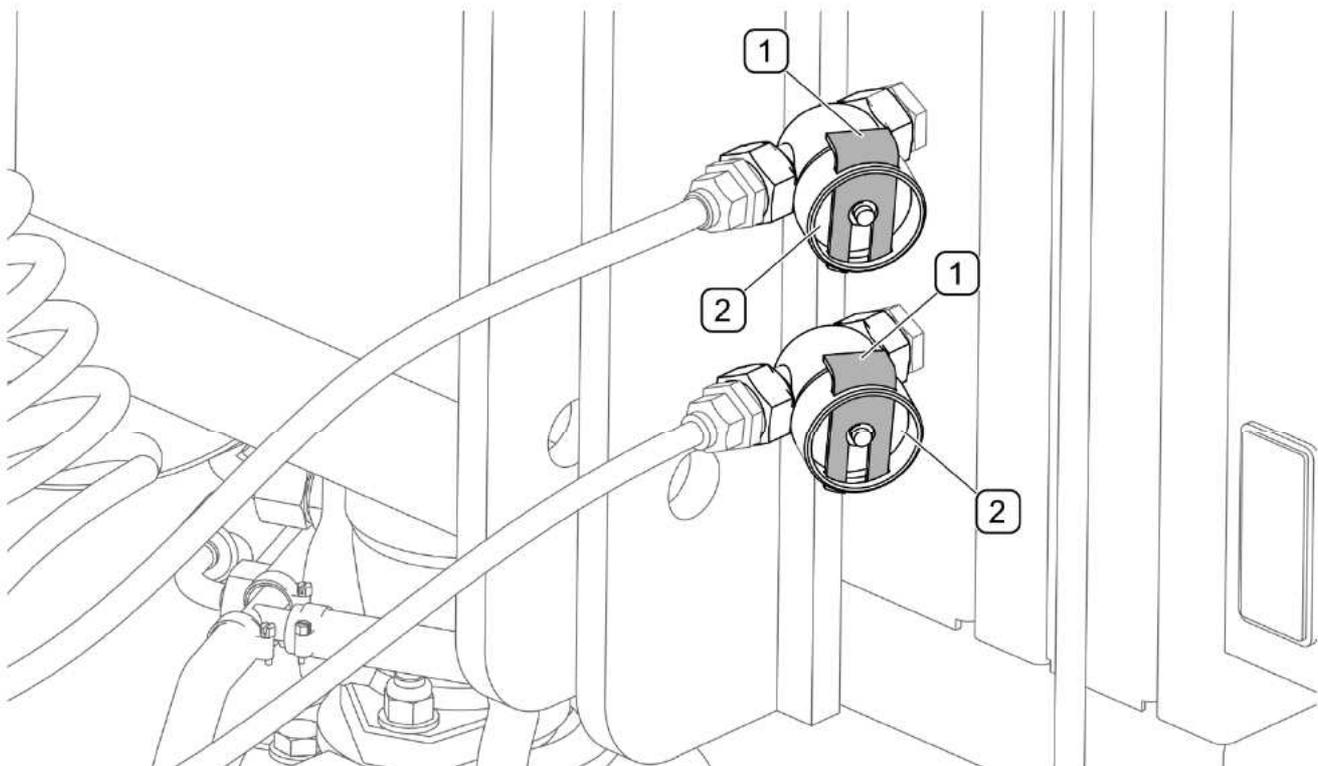

ABB. 5.27 Luffilter
(1) - Sicherungsschieber; (2) - Filterdeckel
In Abhängigkeit von Betriebsbedingungen der Maschine, aber mindesten einmal in drei Monaten, sind die Luffiltereinsätze (ABB. 5.27) zu reinigen, die sich in Anschlussleitungen der Druckluftanlage befinden. Die Luffilter können mehrmals verwendet werden und brauchen nicht gewechselt werden, solange sie nicht mechanisch beschädigt sind. Vor der Reinigung des Einsatzes muss der Druck aus der Versorgungsleitung abgelassen werden. Anschließend die Sicherungsglasche (1) herausziehen, wobei der Filterdeckel mit der zweiten Hand festgehalten werden muss. Nach Entfernen des Sicherungsschiebers (1) wird der Deckel durch eine Feder im Filtergehäuse herausgedrückt. Der Filtereinsatz und das